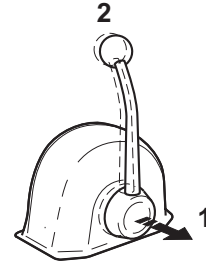

Figura 23
Cuando se tira de la palanca (**Figura 23, (1)**), la velocidad del motor puede ser contralada sin emplear el embrague. El embrague permanece en PUNTO MUERTO, posición sin carga. Gire el control (**Figura 23, (2)**) en dirección contraria a las manillas del reloj para mover la palanca o en la dirección de las manillas del reloj para bloquear la palanca.